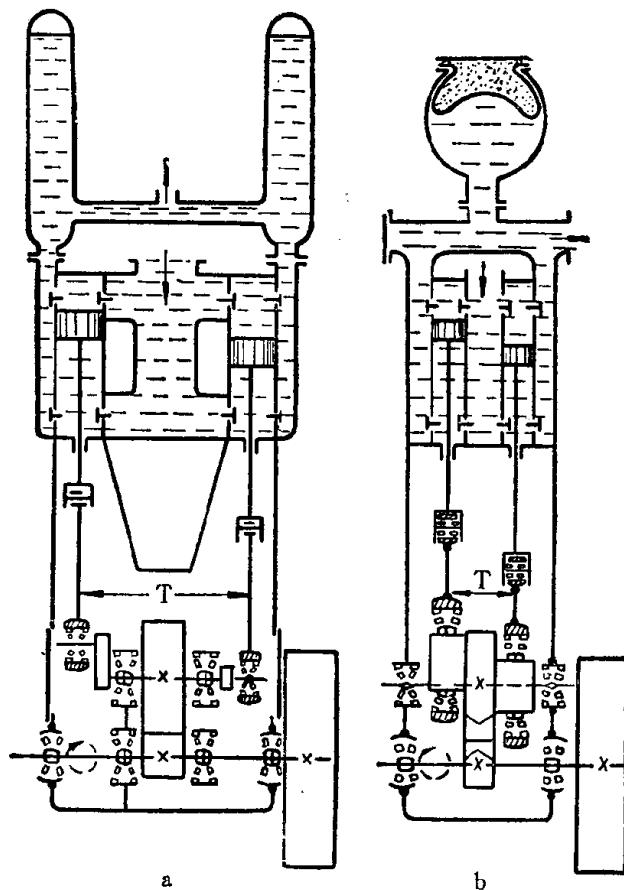

图 1 泥浆泵动力端结构示意图
1. 有曲柄轴的结构（图1-a）
2. 有偏心轮的结构 (图1-b)